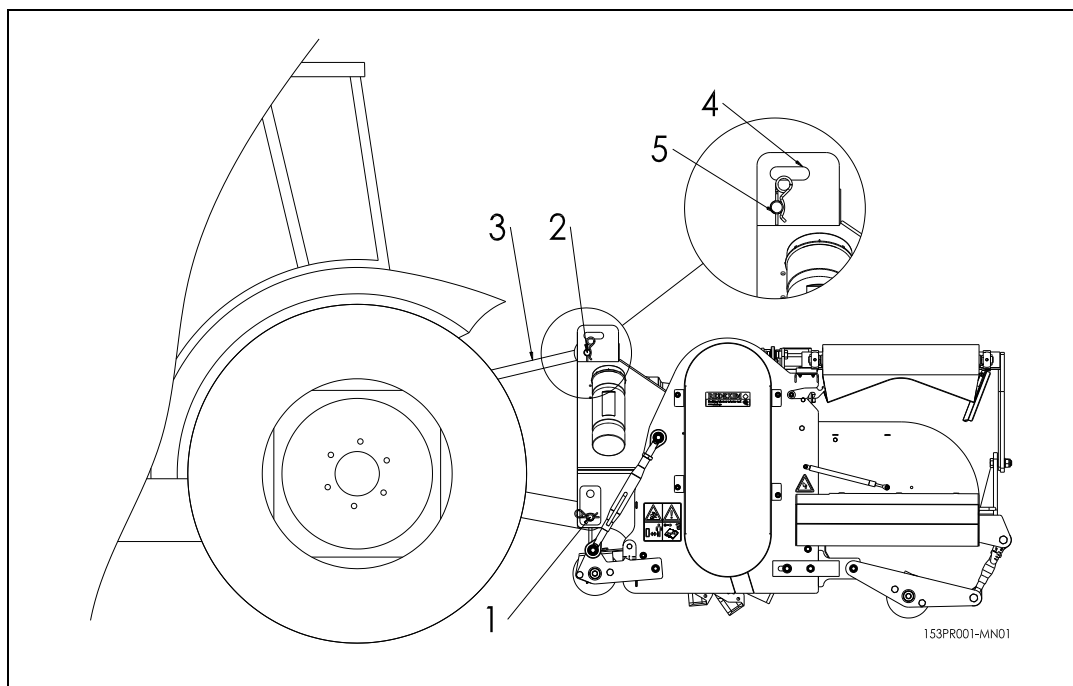

Fig. 9
De methode is als volgt: (Fig 9.)
Zorg ervoor dat de bovenste topstang aangekoppeld en op spanning gezet is in de transportstand (stand 5)! Zie hoofdstuk 4.0 fig. 9
6. Indien gewenst kan de topstang geplaatst worden in de terreinvolgende stand in sleufgat 4 (Zie hoofdstuk 4.0 fig.9)